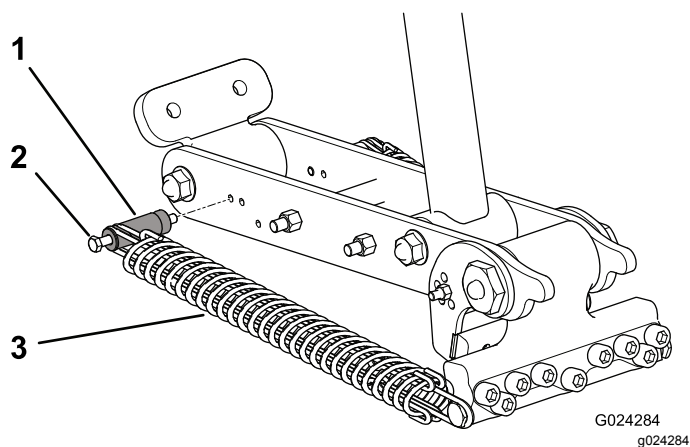
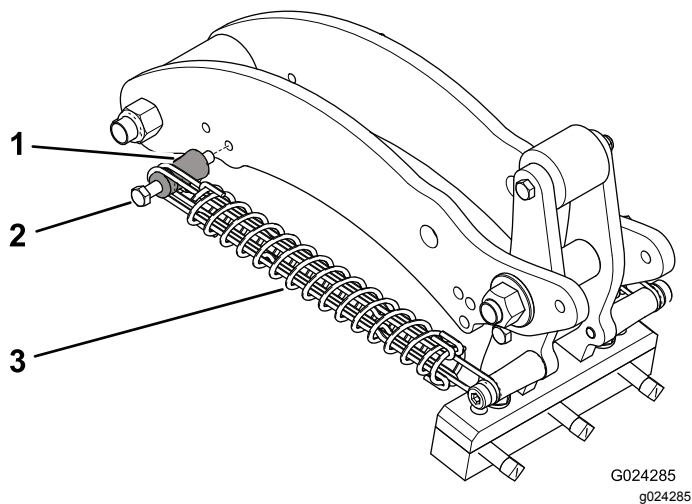

图42
图43
4. 卸下将弹簧安装杆螺栓固定至连杆臂的螺母图42 或图43。
5. 从连杆臂上卸下安装杆螺栓和安装杆重新将它们插入另一个调节孔图42 或图43。